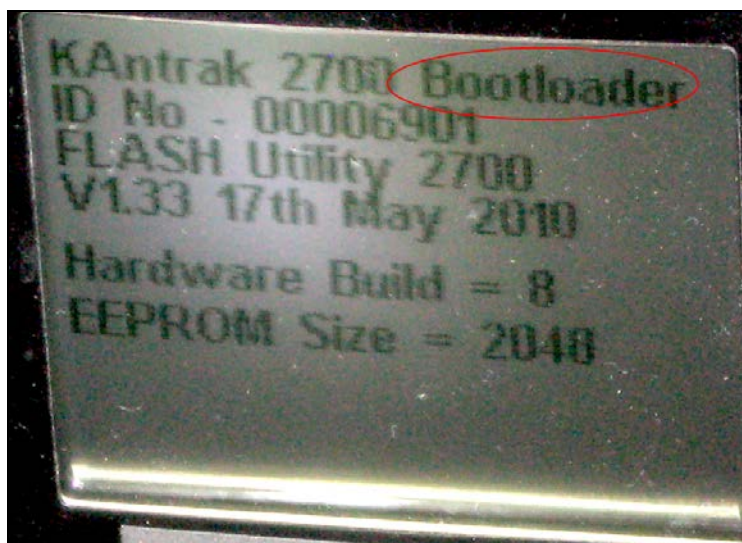

Fig.19
4. Relâcher les boutons, l'écran « Bootloader » du module CANtrak apparaît (Fig. 19) et l'écran menu de l'HyperTerminal s'affiche sur l'ordinateur portable.